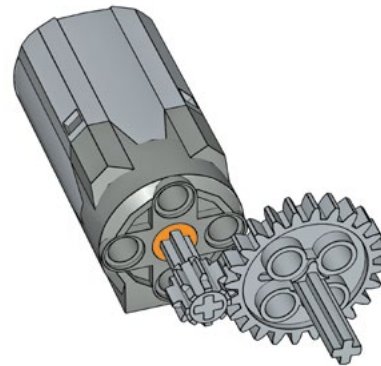

Abbildung 6-1: Untersetzung
- * Wird ein großes Zahnrad durch ein kleines angetrieben, erhöht sich das Drehmoment, während die Drehzahl sinkt. Dies wird Untersetzung genannt (siehe Abbildung 6-1).